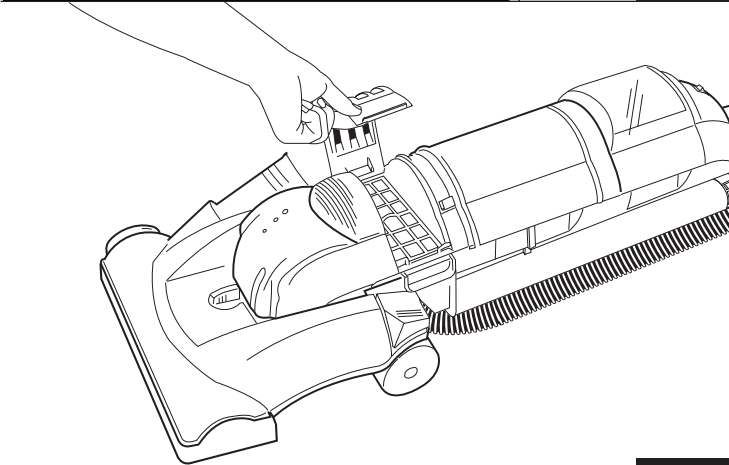

FIG. 18
Step 1: Remove the bottom filter cover by grasping the right edge and pivoting to the left (FIG. 18).
Étape 1 : Enlevez le couvercle du filtre du bas en saisissant le côté droit et en le pivotant vers la gauche (FIG. 18).
Paso 1: Quite la tapa del filtro de abajo tomándola del borde derecho y abriéndola hacia la izquierda (FIG. 18).